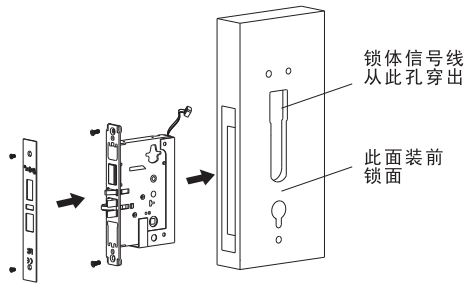

图1a
(1) 装锁体
- ①. 将锁体装到锁体孔中，注意锁体信号线从前面穿出。
- ②. 用两颗ST4.8*19的沉头木牙螺丝将锁体固定在门上，上好侧饰条（图1a）。
(2) 装锁芯
- ### (1) 装锁体